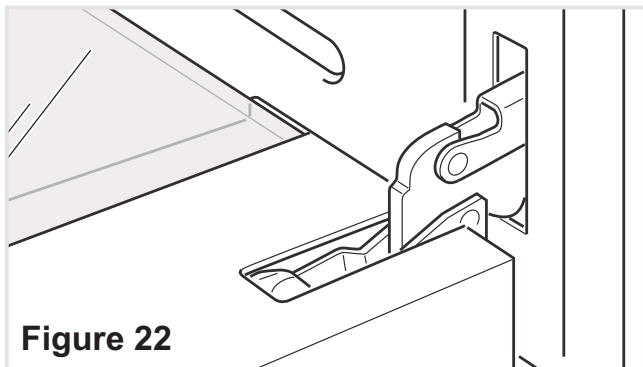

Figure 22
- Fully open the oven door (fig. 22).